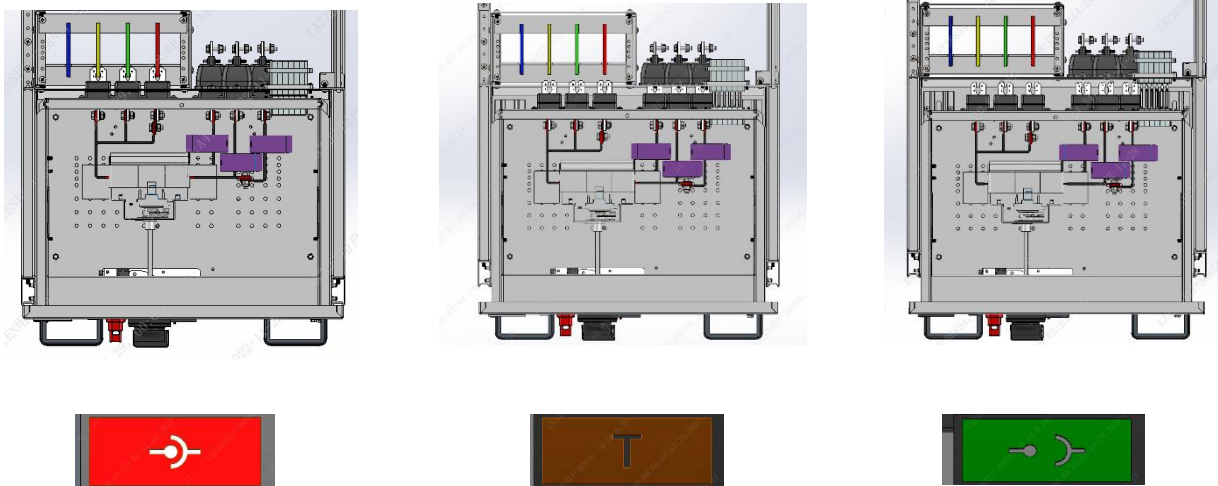

图 5-6
- 连接位置（见图 5-6）
- 试验位置（见图 5-6）
- 隔离位置（见图 5-6）
- 移出位置（见图 5-6）